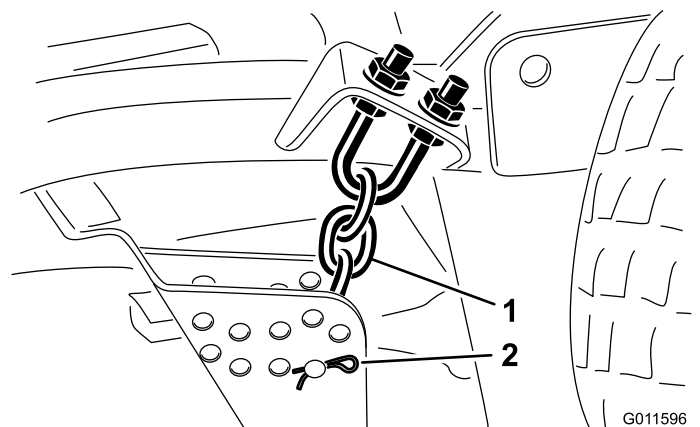

Figura 18
5. Togliete la coppia e il perno con testa che fissano le catene dell'altezza di taglio sul retro dell'apparato di taglio (Figura 18).